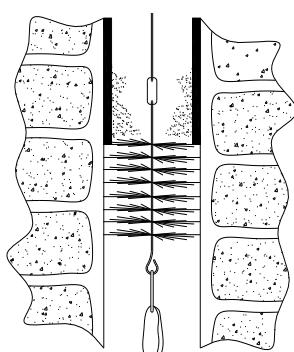

Fig.1
- b) Una vez desmontado el deflector tenemos acceso a la chimenea. Limpie el conducto de chimenea utilizando para ello un cepillo con una pesa como se describe en la fig.1.